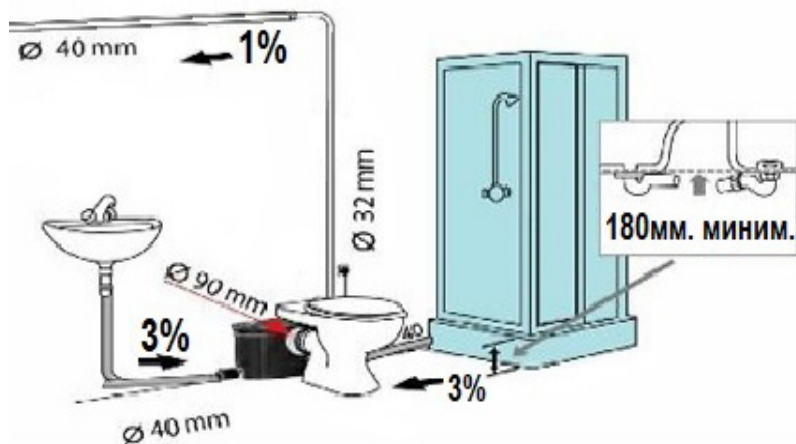

Рисунок 1
- Установите оборудование на унитаз, через патрубок 1 (рис. 1)
- Установите дополнительные трубопроводы через патрубки 2 (рис. 1).